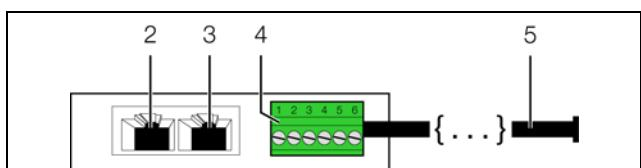

Рис. 2: Задняя сторона датчика утечки
- Подключите штекер сенсорного шнура к универсальному разъему (рис. 2, поз. 4).
- Соедините датчик утечки кабелем CAN-Bus с интерфейсом CAN-Bus Процессорного блока CMC III или с соседним компонентом вшине CAN-Bus (рис. 2, поз. 2).
- При необходимости подключите ко второму, свободному интерфейсу CAN-Bus датчика утечки (рис. 2, поз. 3) следующий компонент (например, датчик другого типа).